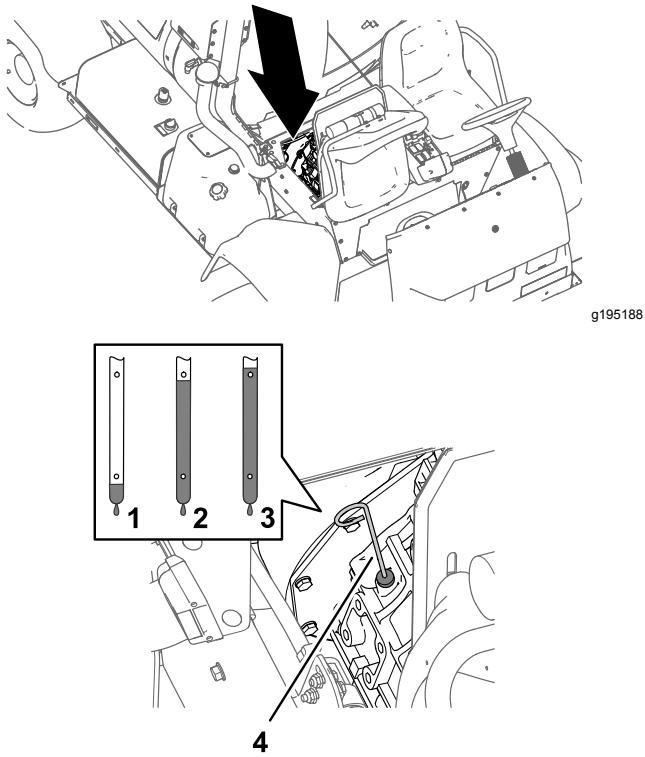

Figura 70
- Retire la varilla, ubicada debajo del asiento del pasajero, y límpiela con un paño limpio (Figura 70).